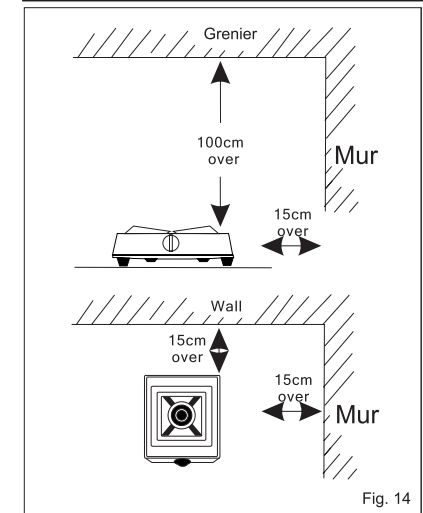

Fig. 14
• Le réchaud doit être mis sur une surface plate, solide et résistante. L'appareil exige de laisser autour de lui suffisamment d'espace et de l'air. Laissez minimum 15 cm de l'espace autour des cotés du réchaud et 100 cm au-dessus de l'appareil (fig. 14). Si l'espace est moins de 15 cm des cotés brûlants, il faut assurer une paroi de séparation thermique. Gardez loin du réchaud également du papier, de l'huile et tout autre objet inflammable.